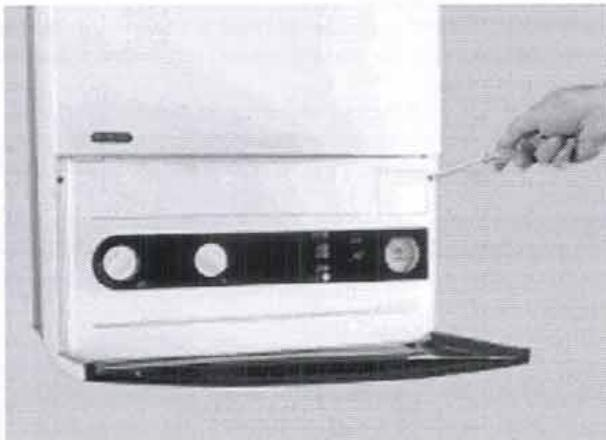
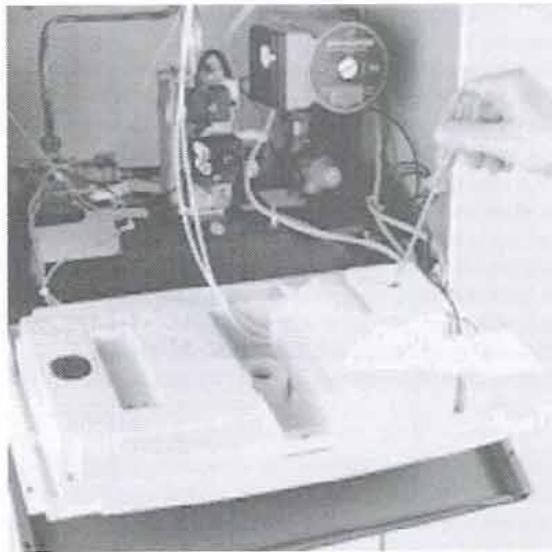

Fig. 7. Løsn og fjern de 2 skruer, så forpladen bliver løs.
Fig. 8. Løsn og fjern skruen samt dækslet til klemrækken.
- løsn og fjern de 2 skruer, der holder kedlens nederste forplade (fig. 7) fast til kedlen og lad forpladen med kontrolkassen hænge nedad (fig. 8);
- vip kontrolkassen ned og løsn skruen, der fastholder dækslet på bagsiden af kontrolkassen og opnå derved adgang til tilslutningskablerne i klemrækken (fig. 8);
- Unscrew the two screws securing the lower front plate to the boiler (fig. 7) and allow the front plate with the control board to hang down (fig. 8);
- gain access to the connecting cables in the terminal by tipping the control box down and unscrewing the screw securing the lid to the back of the control box (fig. 8);